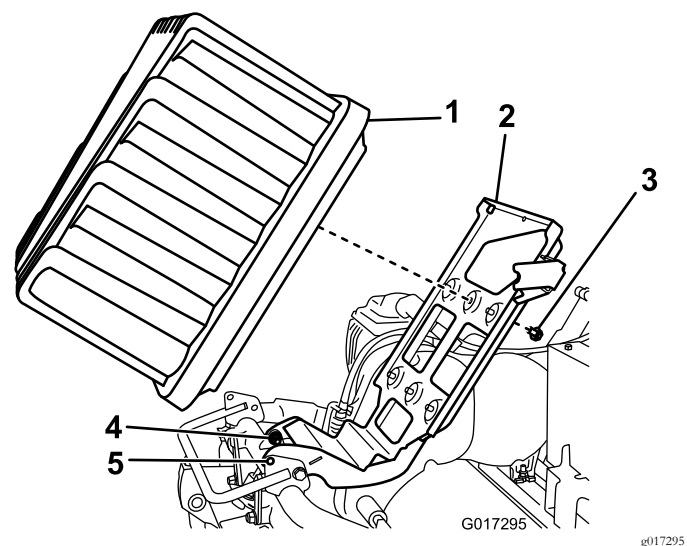

Figura 13
5. Afloje los 2 pernos/tuercas de pivote media vuelta cada uno (Figura 13).
6. Levante la bandeja de la batería hasta que los taladros de bloqueo de la base y del bastidor queden alineados (Figura 13).